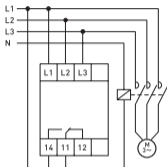

Рис. 3 Схема подключения реле
2. Проведите электромонтаж реле согласно схеме подключения (рисунок 3);